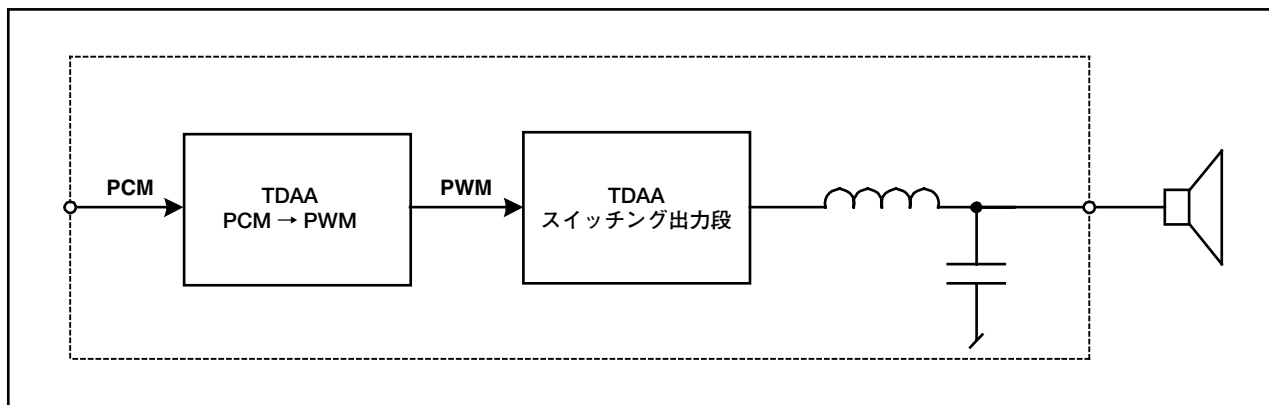

図1. ローパス・フィルタ付きのTDAA
- (ii) スwitching出力段 (図1参照)。デジタル・アンプでは、従来のアナログアンプで発生するものとは異なる帯域外スペクトラムが発生する為、ダイナミッ